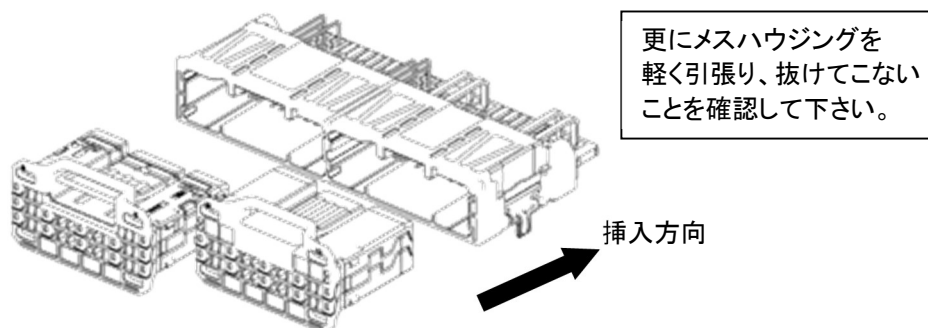

Fig.31
(3) 指定のメス・ハウジングをオス・コネクタに Fig.31 のような向きに真っ直ぐ挿入して下さい。